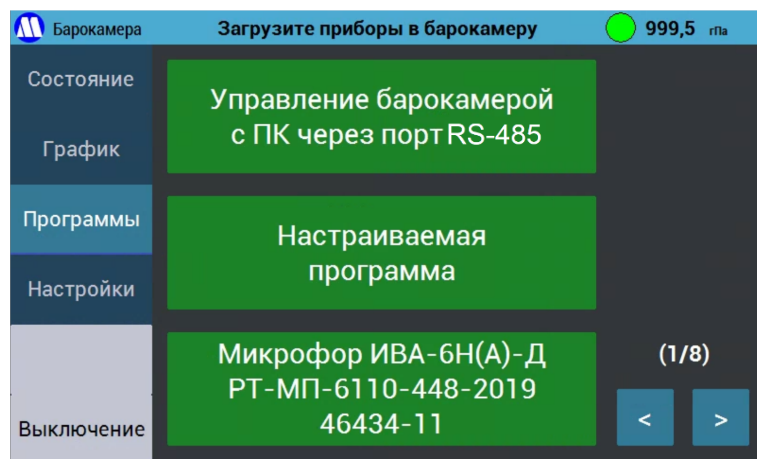

Рисунок 22 – Экран «Программы» барокамеры.
9.3.2.1. Запустите на нем программу «Управление барокамерой с ПК через порт RS-485» (Рисунок 22) на вкладке «Программы». Сделать это можно в любой момент – до запуска программы MicroforSetup, в процессе опроса заводских номеров либо после этого.